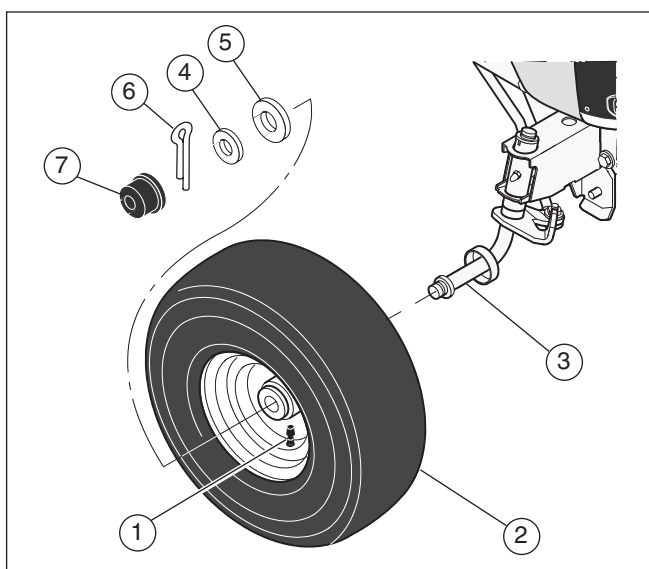

Figura 36
1. Asegúrese de que el vástago de la válvula (1) esté en la parte exterior (consulte la **Figura 36**).
2. Deslice la rueda delantera (2) por el eje (3).
3. Apriete la rueda delantera (2) con las arandelas (4 y 5) y el pasador de aletas (6). Doble los extremos del pasador de aletas para mantener la rueda delantera en el eje.
4. Si el modelo cuenta con tapas de buje (7), instálelas. Asegúrese de que las arandelas fijen las tapas de buje en su lugar.